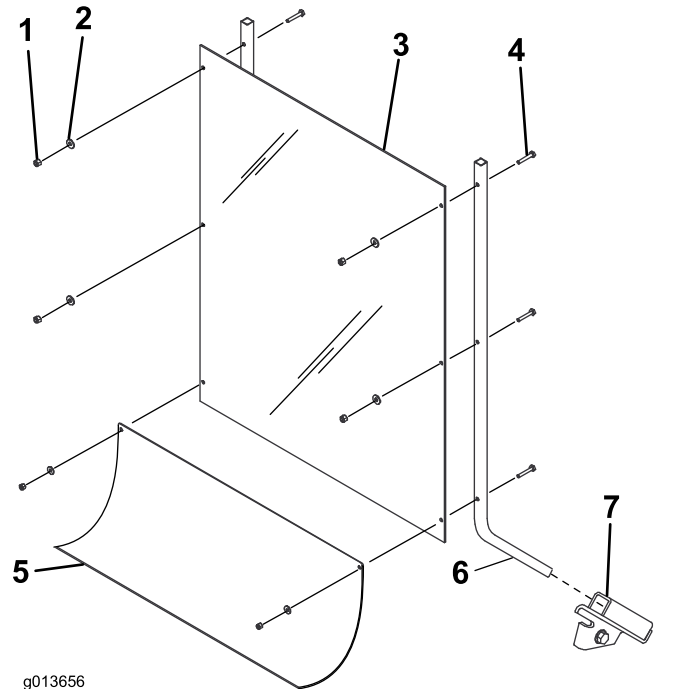

Figure 6
1. Insérez les montants de l'écran dans les logements des supports sur le groupe de déplacement (Figure 6).
- Montez l'écran de protection et la jupe flexible sur les montants, comme illustré à la Figure 6, à l'aide de 6 boulons (4/4 x 1-1/2"), rondelles et contre-écrous (1/4").